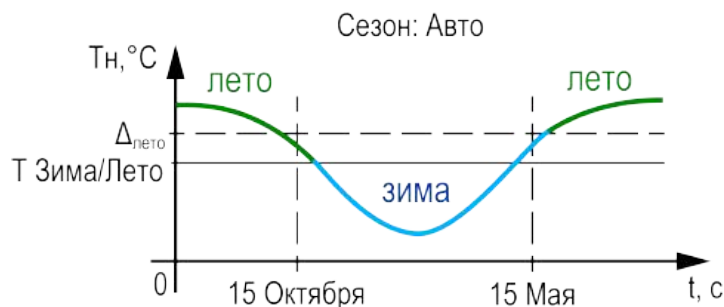

Рисунок 10.4 – Определение сезона
- параметр **Способ определения сезона в N-ом контуре = Авто** ($P\overline{A}Hn$) — к условию перехода между режимами в ручном режиме добавляется условие автоматического перехода (см. рисунок 10.4). Условие перехода в **Лето**: среднесуточная температура наружного воздуха стала выше значения установленного в параметре **Уставка температуры для перехода N-го контура в режим Лето** на 3 градуса (не редактируемая величина) и текущая дата находится в диапазоне между датой включения режима Лето (**Вкл**) и датой выключения (**Выкл**). Условие перехода в **Зиму**: среднесуточная температура наружного воздуха стала ниже значения установленного в параметре **Уставка температуры для перехода N-го контура в режим Лето** и текущая дата находится в диапазоне между датой выключения режима Лето (**Выкл**) и датой включения (**Вкл**). На рисунке 10.4 в качестве примера изображается 15 октября перехода из Лета в Зиму) и 15 мая (дата перехода из Зимы в Лето).